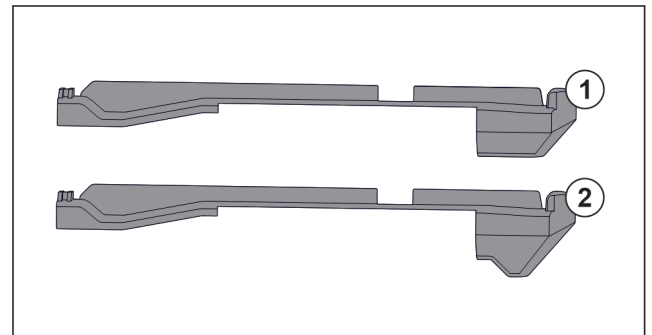

Fig. 150 Vergleich der Aufsteckteile
Im Gerät befinden sich zwei unterschiedliche Aufsteckteile. Das Aufsteckteil über dem untersten Schubfach Fig. 150 (2) hat eine dreieckige Kante. Alle anderen Aufsteckteile Fig. 150 (1) haben eine gerade Kante.
- ▶ Aufsteckteil Fig. 150 (2) mit der dreieckigen Kante über dem untersten Schubfach anbringen.
- ▶ Aufsteckteil Fig. 150 (1) mit der geraden Kante an allen anderen Stellen anbringen.